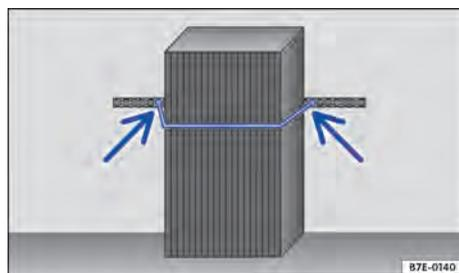

Fig. 124 Representação esquemática: fixar carga.
- Passar o cinto de retenção ao redor carga → Fig. 124 e fixar nos olhais de amarração (setas).